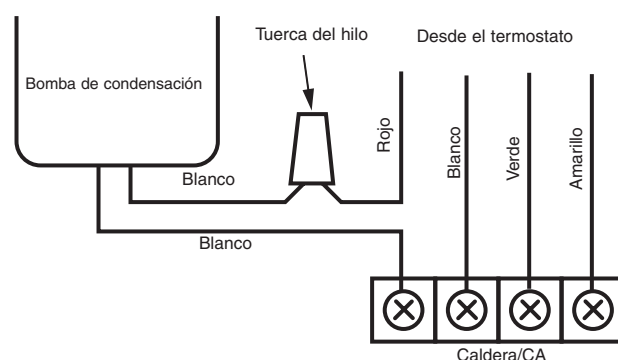

Figura 1: conexión del Conmutador Auxiliar de Seguridad de Baja Tensión para la instalación del cierre de la Caldera/CA.
- Conecte el cable rojo a uno de los cables blancos desde el interruptor de seguridad, según se ilustra en la Figura 1.